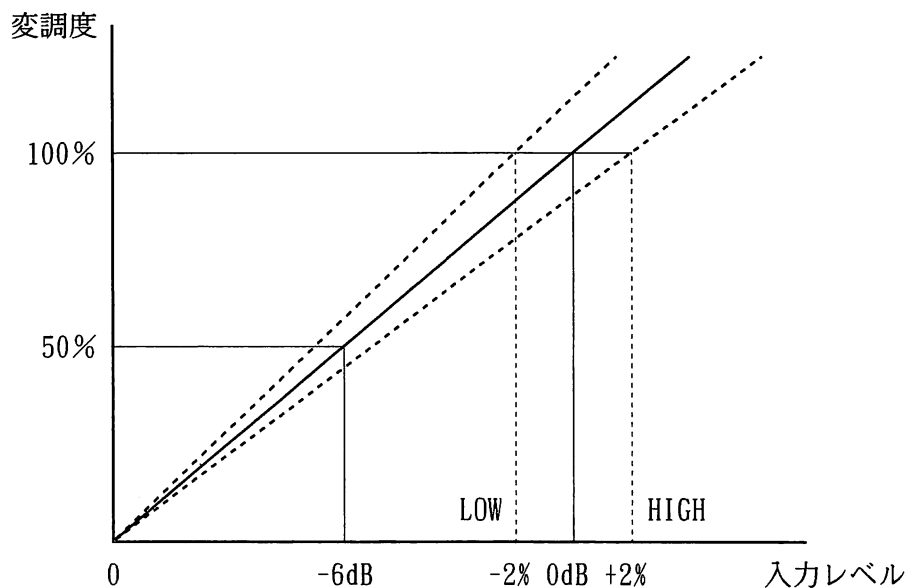

図7-2 入力レベルと変調度の関係
- 1) まず、変調信号設定キー⑰で“EXT”を選択します。
- 2) 変調入力端子 (SG-5150の場合は [AF/L] 側) ②に変調信号を入力します。
- 3) 入力される変調信号は常にレベル検出され、適正レベルかどうかを入力レベル・モニタLED③に表示します。入力信号が小さいときは“LOW”が、大きいときは“HIGH”が点灯します。適正レベルのときは、両方のLEDが消灯しますので、適正レベルになる様に信号源のレベルを調節してください。
- 4) 本器は変調信号が適正入力レベルのとき、変調度表示部①に表示した変調度 (周波数偏移) の誤差範囲が $\pm 2\%$ 以内になるよう調整されています。また、変調度 (周波数偏移) と入力信号レベルは線形の関係になっていますので、例えば入力レベルを6 dB小さくすると、LOWのLEDが点灯しますが、変調度 (周波数偏移) が半分になった正常な変調信号が得られます。(図7-2 参照)